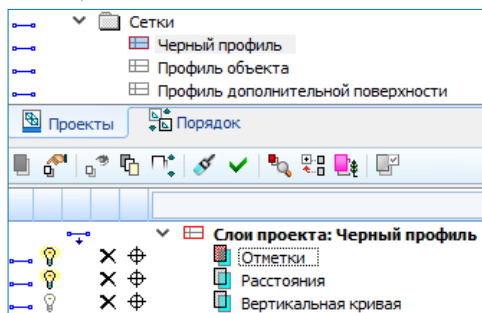

Рис. 12.5
- в сетке **Черный профиль** в виде данных, распределенных по слоям проекта (рис. 12.5).